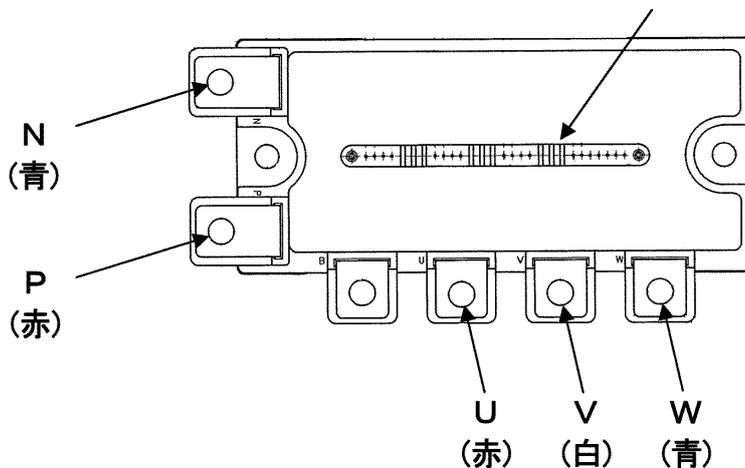

図1. 部品配置図
3. パワートランジスタのU、V、W、P、Nの配線を外して下さい。(図1. 部品配置図参照)